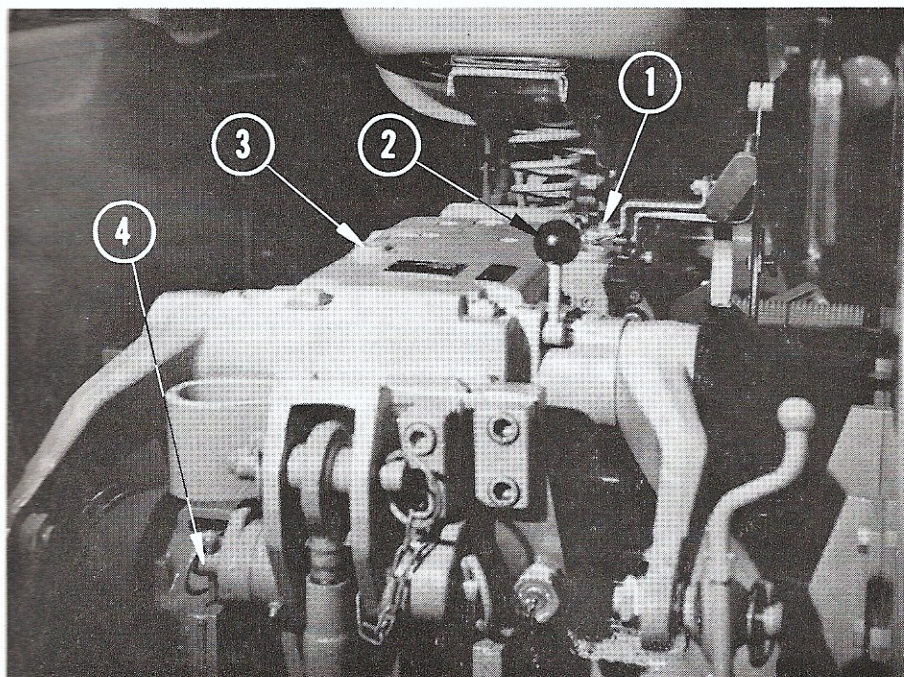

Fig. 22. — Bouchon jauge du bloc hydraulique (3).
- A l'aide de la jauge qui est solidaire du bouchon de remplissage (figure 22, repère 3). Le niveau doit se trouver au trait supérieur, **jamais au trait inférieur**.